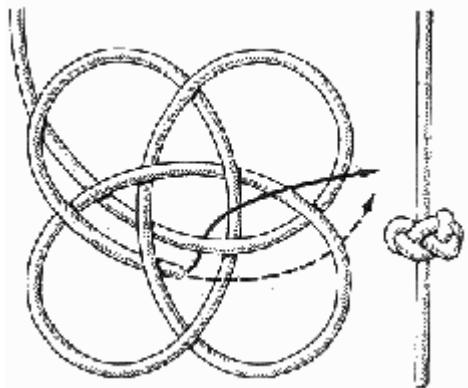

Рис. 138. Турецкий узел
**Турецкий узел** (рис. 138). Чтобы правильно завязать этот узел, нужно запастись некоторым терпением. Узел довольно сложен, но зато красиво смотрится на толстом тросе, особенно если завязан вдвойне. Может быть применен для уже упомянутых шнуров.